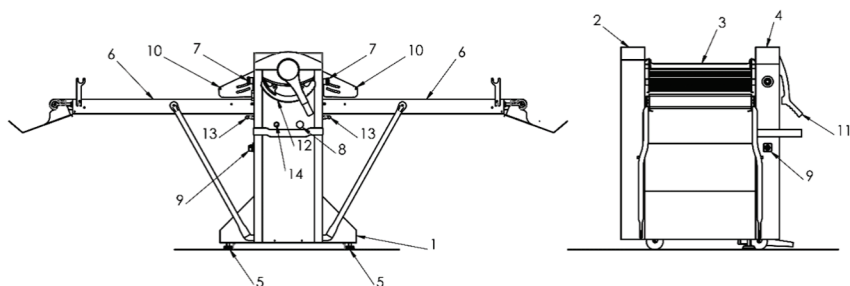

Figura 1 – Vista frontal e lateral da laminadora
1. Acione a chave geral (**Figura 1 – 9**);
2. Verifique se os botões de emergência estão livres (**Figura 1 – 7**);
3. Verifique se as grades estão abaixadas (**Figura 1 – 10**);
4. Pressione o botão rearme (**Figura 1 – 14**);
5. Pressione o botão liga desliga (**Figura 1 – 8**);
6. Opere o equipamento com a alavanca (**Figura 1 – 13**);
7. Após o uso desligue o equipamento no botão liga desliga (**Figura 1 – 8**);
8. Em caso de risco de acidentes, pressione um dos botões de emergência (**Figura 1 – 7**).
**ATENÇÃO:** Quando levantadas as grades ou pressionado botão de emergência o equipamento para. Para retornar a operar destrave o equipamento girando o botão de emergência (**Figura 1 – 7**) no sentido indicado na seta impressa no mesmo e siga novamente a partir do 4º passo.
1º. Ligue a máquina pressionado o botão liga (**Figura 1 – 8**);
2º. Com a alavanca de regulação (**Figura 1 – 11**) obtém-se uma espessura de laminação do produto variável, de 0 (zero) milímetros a 35 (trinta e cinco) milímetros. A espessura das lâminas expressa em milímetros pode ser identificada facilmente no visualizador de altura presente ao cárter de plástico anterior. Naturalmente, a laminação deverá ser realizada de forma gradativa, começando desde a espessura mais alta (35 mm) para chegar gradualmente à espessura desejada.
3º. Coloque a massa sobre a esteira (**Figura 1 – 6**).
4º. O movimento das esteiras transportadoras (da direita para esquerda ou vice-versa) é colocado em funcionamento por meio de uma alavanca situada na parte frontal da máquina (**Figura 1 – 13**). Para parar as esteiras posicione a alavanca na posição central.
5º. Uma vez terminado o penúltimo passo de laminação, deve-se preparar a máquina para poder enrolar a massa obtida ao redor do rolo. Colocar o rolo na mesa transportadora oposto à massa e na posição de bi tangente entre o suporte e a esteira. Situar a alavanca de regulagem (**Figura 1 - 11**) na espessura final desejada. Quando a massa chegue ao rolo, basta acompanhá-la  $\frac{1}{2}$  volta ao redor do rolo; sucessivamente, por força de inércia, se enrolará automaticamente.